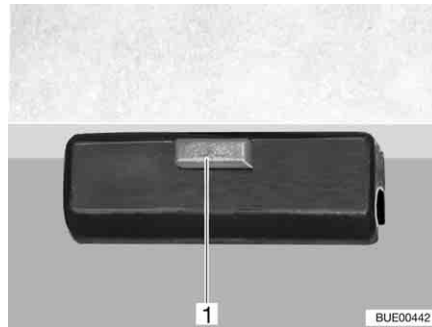

Fig. 104 Bloccaggio
- Aprire il bloccaggio (Fig. 104,1) del piano del tavolo.